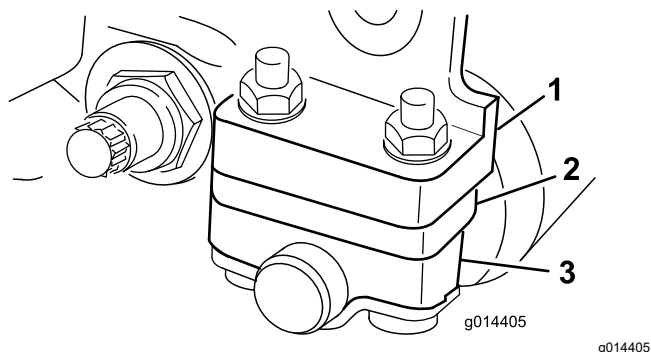

**Figure 11**
- B. Insérez une longue bande de papier de performance de coupe entre le cylindre et la contre-lame, perpendiculairement à la contre-lame (Figure 11), puis tournez **lentement** le cylindre en avant ; il devrait couper le papier ; s'il ne le fait pas, répétez les opérations A et B jusqu'à ce que le papier soit coupé.
11. Insérez une longue bande de papier de performance de coupe (réf. Toro 125-5610) entre le cylindre et la contre-lame, perpendiculairement à la contre-lame (Figure 11), puis tournez **lentement** le cylindre en avant ; il devrait couper le papier ; s'il ne le coupe pas, tournez chaque vis de réglage de la barre d'appui de 1 cran dans le sens horaire et répétez cette opération jusqu'à ce que le papier soit coupé.